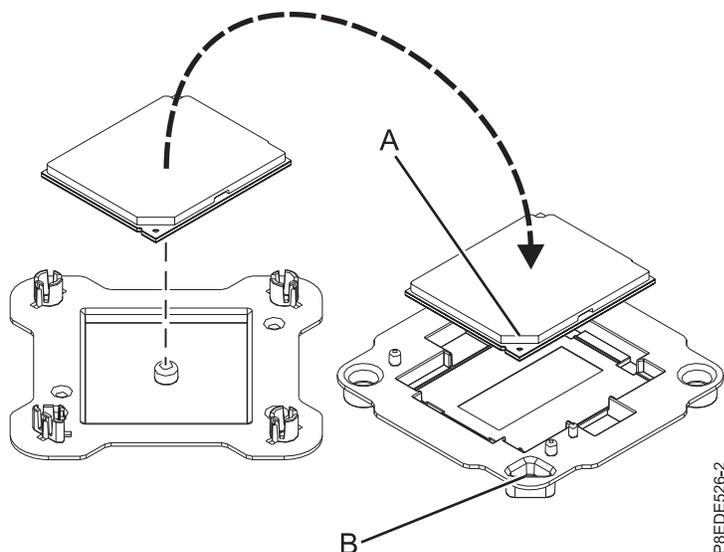

Figura 105. Colocando o módulo de processador do sistema no pacote
11. Segure levemente o módulo de processador do sistema que você substituiu pelas bordas e levante-o para fora da tampa do pacote. Alinhe a aresta biselada do módulo (A) ao canto do pacote com triângulo (B) e coloque-o no pacote, conforme mostrado em Figura 105. Feche a tampa do pacote.